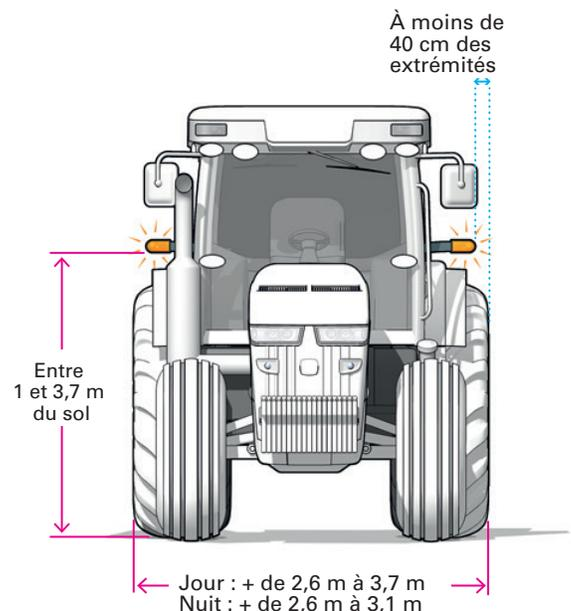

Figure 1 : les feux jaunes clignotants sont utilisés.
- être équipés (tels qu'illustrés aux figures 1, 3 et 4) de deux feux jaunes clignotant simultanément, d'au moins deux bandes faites d'un matériau rétro réfléchissant jaune visibles de l'avant et de bandes faites d'un matériau rétro réfléchissant rouge visibles de l'arrière;